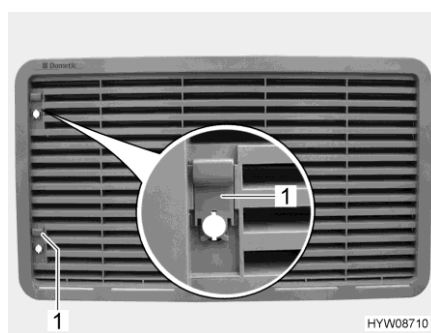

Fig. 185 Griglia di aerazione del frigorifero
- Spingere il cursore (Fig. 185,1) verso l'alto.